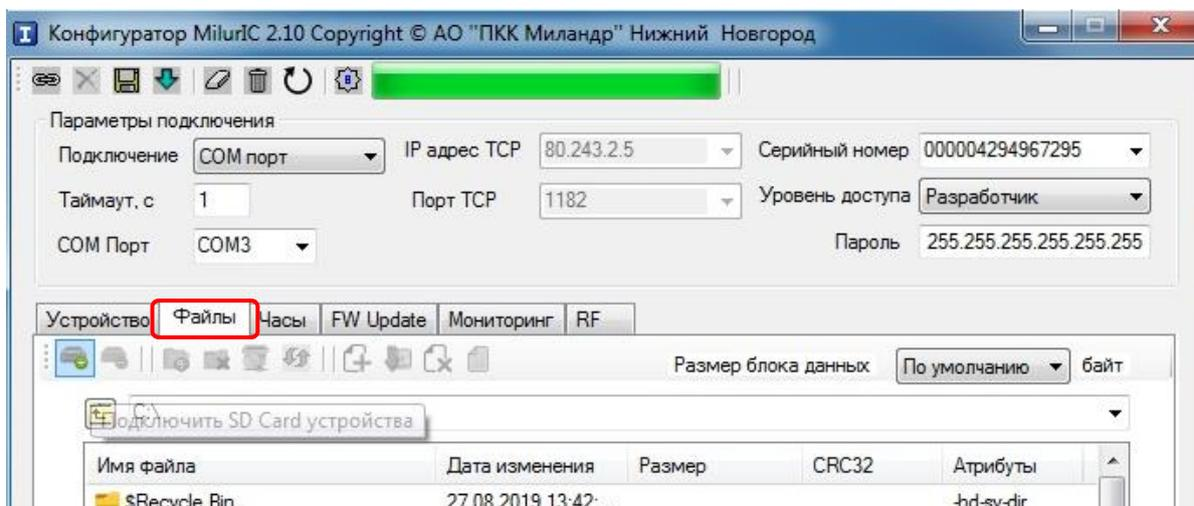

Рисунок 22 – Конфигуратор Milur IC, вкладка «Файлы»
4.5.6 Нажать иконку  «Подключить SD Card устройства» (рисунок 22).